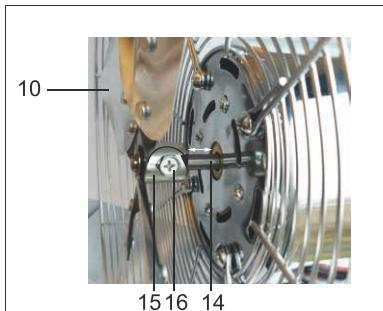

Fig.33: Montaggio rotore
15. Allentare la vite a croce (16) sul distanziatore (15) del rotore (10) rutando in senso antiorario finché non si forma un'apertura uniforme.
16. Spingere in avanti il rotore (9) con il distanziatore sull'asse motore (14). *Il rotore non deve poggiare direttamente sul motore. Vedere fig. 33.*